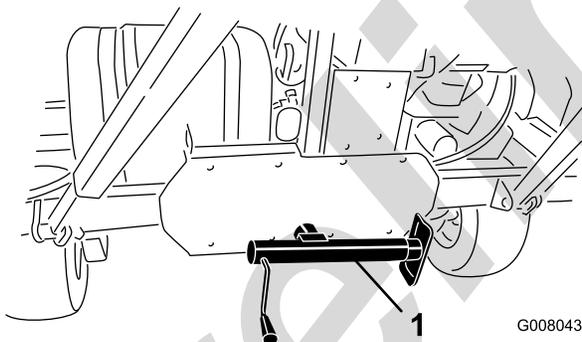

Рисунок 17
- Для обеспечения устойчивости машины опустите домкрат на землю (Рисунок 17).